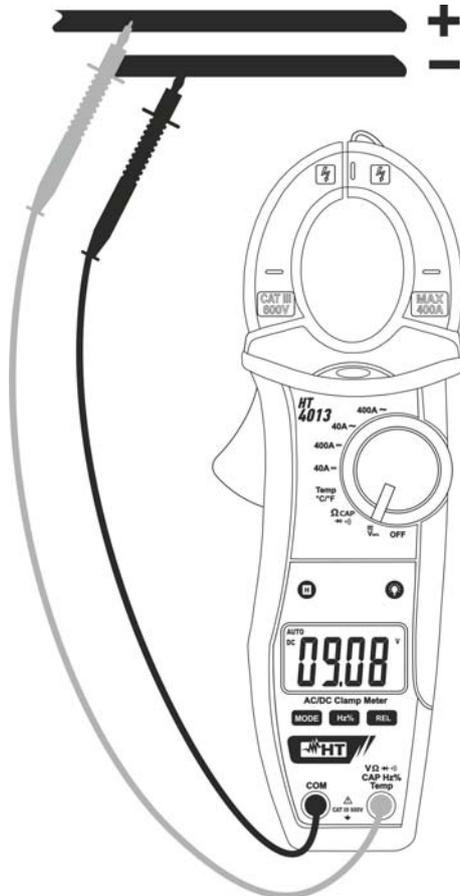

Fig. 3 : Utilisation de la pince pour mesure de tension DC
3. Positionner les embouts sur les points désirés du circuit sous test (voir Fig. 3). La valeur de tension apparaît à l'écran.
5. L'affichage du symbole « - » sur l'écran de l'instrument indique que la tension a une direction opposée par rapport à la connexion de Fig. 3